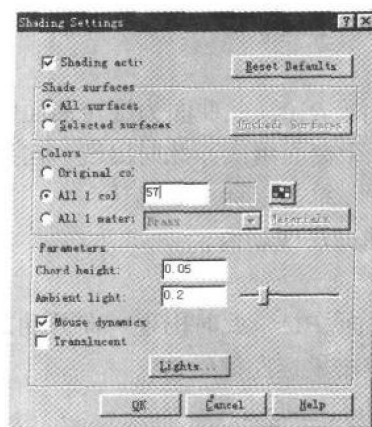
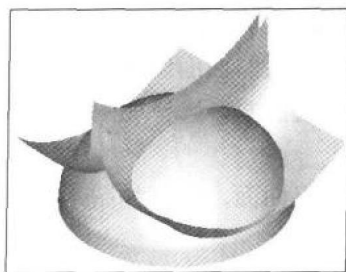

图1-13 曲面着色设定
图1-14 曲面着色
26. 单击顶部工具栏中的曲面着色 (Screen-Surf Disp-Shading) 按钮 ，系统弹出曲面着色参数设定对话框，参数设置如图 1-13 所示，单击 **OK** 按钮，结果如图 1-14 所示。